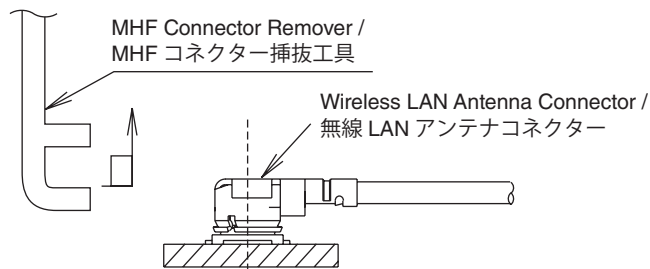

Fig. 3
- To remove the Wireless LAN Antenna Connector, use the special MHF Connector Remover. Hook the tip of this tool on the cover of the Wireless LAN Antenna Connector and pull it straight in the direction of the engaging axis of the Wireless LAN Antenna Connector. (Fig. 3)
- 無線 LAN アンテナコネクターを外す場合は、専用の MHF コネクター挿抜工具の先端部を無線 LAN アンテナコネクターふた部に引っ掛け、無線 LAN アンテナコネクターの嵌合軸に合わせ垂直に引き抜いてください。(Fig. 3)